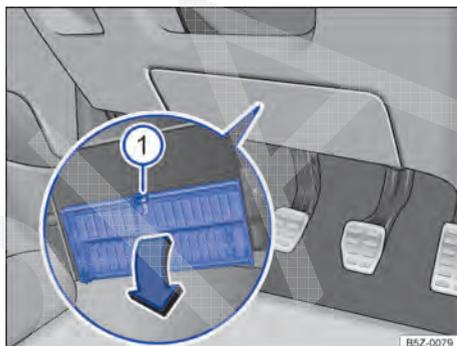

Fig. 147 No lado do condutor embaixo do painel de instrumentos: abrir a cobertura da caixa de fusíveis.
- **Abriu:** pressionar a alavanca de travamento → Fig. 147 ① até que a cobertura se abra.
- **Fechar:** rebater a cobertura no sentido contrário à seta até que ela se trave audivelmente na alavanca de travamento ①.